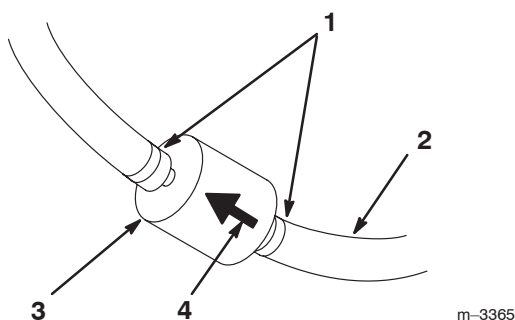

Figure 42
5. Pincez les extrémités des colliers et faites glisser ceux-ci pour les éloigner du filtre (Fig. 42).